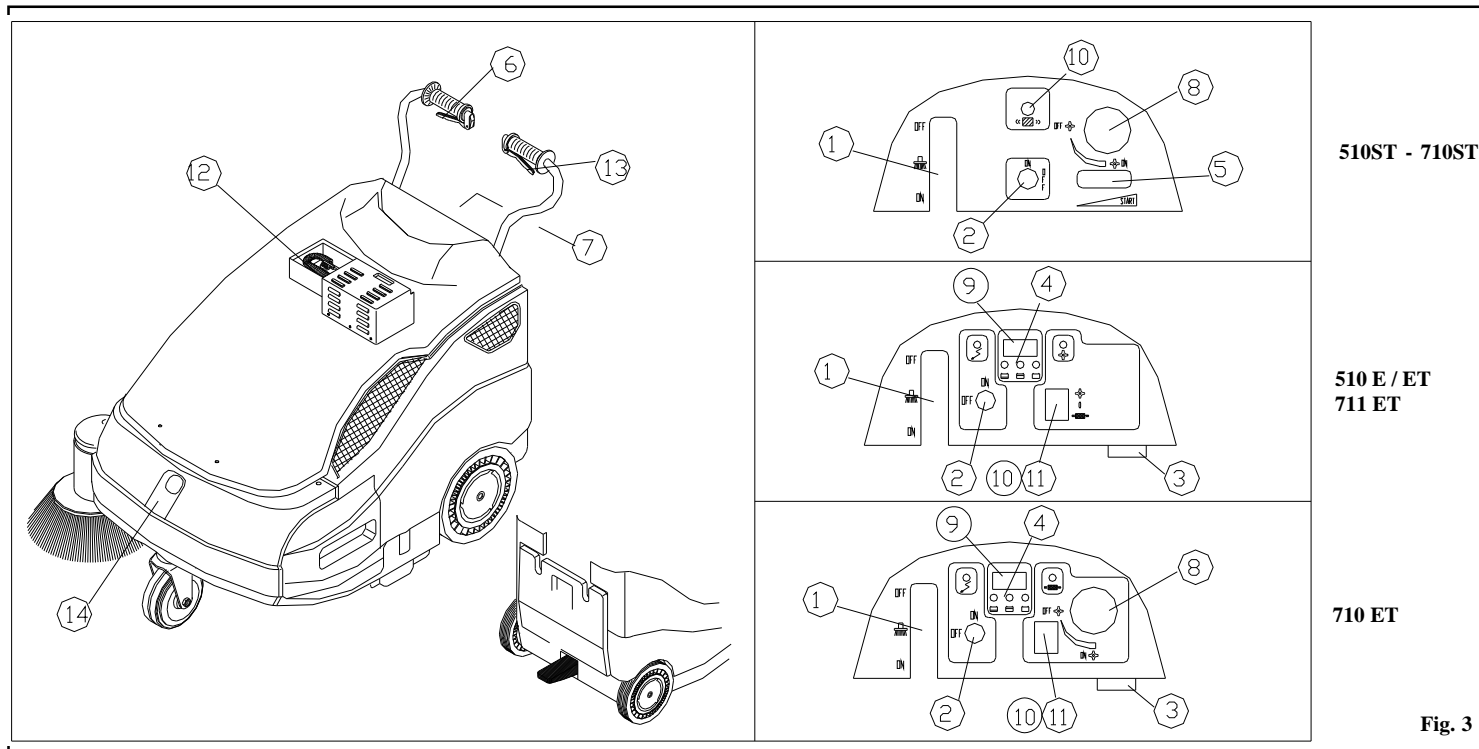

Fig. 3
- Mettez le levier lève-brosse **pos. 1** **Fig. 3** sur **OFF**.
OFF pour pouvoir activer la clé d'arrêt **pos. 2 Fig. 3** sur le tableau de bord. Pour des renseignements plus précis sur le moteur, veuillez consulter le livret spécifique du moteur.
- Vérifiez si la brosse latérale **pos. 1 Fig. 3** est sur **OFF**.
- Mettez l'interrupteur à clé **pos. 2 Fig. 3** sur **ON**. Après avoir tourné la clé attendez à peu près 10 minutes avant que la machine démarre. Vérifiez avec l'appareil **pos. 4 Fig. 3** si la batterie est chargée à bloc avant de commencer à travailler. Sinon, rechargez-la.
- Tirez le levier de traction **pos. 6 Fig. 3** et effectuez le nettoyage.
En cas de besoin, actionnez le levier **pos. 1 Fig. 3** et mettez-le sur **ON** pour insérer la brosse latérale.
- Mettez le levier de l'accélérateur **pos. 5 Fig. 3** sur **START**.
- Mettez la clé **pos. 2 Fig. 3** en position de **ON**.
- Agissez sur l'accélérateur **pos. 5 Fig. 3** et dosez le régime souhaité.
- A la fin du travail, porter le brosse latérale **pos. 1 Fig. 3** dans la position **OFF**. Mettez le levier accélérateur en **pos. START** et éteindre la machine en mettant l'interrupteur à clé **pos. 2 Fig. 3** en **pos. OFF**. Fermez le robinet de l'essence **pos. 3 Fig. 4**.
- Branchez la prise **pos. 3 Fig. 3** sur un chargeur de batterie (12V 10A).
La durée de la batterie dépendra de l'entretien périodique et de son état de charge. Ne déchargez pas la batterie au-delà du seuil signalé par le voyant **pos. 4 Fig. 3**. Rejoint la limite max. de décharge, la machine va s'arrêter et doit être rechargée pour pouvoir continuer à travailler